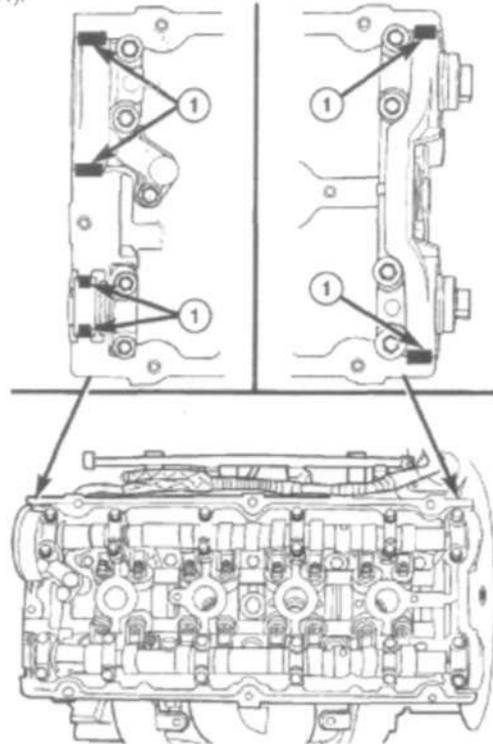

Рис. 24 Расположение герметика
(3) Нанести герметик Morpart Engine RTV GEN II на углы крышки распредвала и на верхнюю кромку полукруглых уплотнений (Рис. 24).